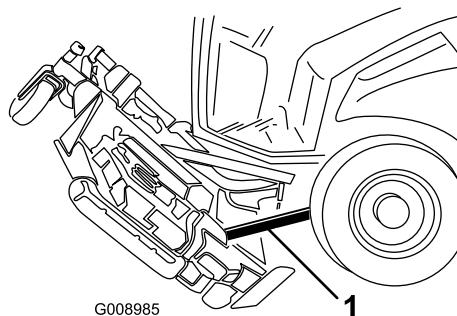

Bild 92
5. Schieben Sie ein Holz (2 x 4) zwischen das Heckmähwerk und die Maschine (Bild 92).